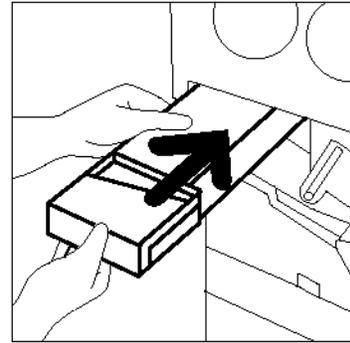

Abb. 19: Neuen Behälter einsetzen
- 7 Den neuen Tonerabfallbehälter an dem Pfeil auf dem Gerät ausrichten und in das Gerät hineinschieben (s. Abb. 19).